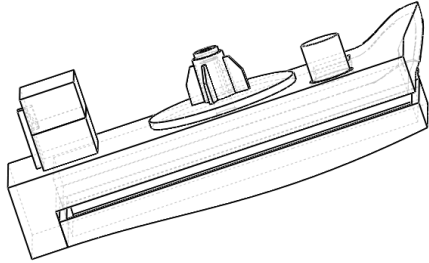

图 1-76 隐藏线可见
- ☑ 【隐藏线可见】：模型零件的隐藏线以细虚线表示，如图 1-76 所示。